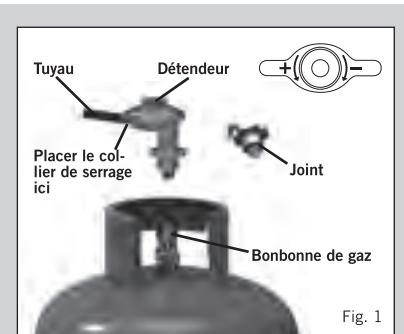

Fig. 1
- L'état d'usure et de détérioration du tuyau et du joint du détendeur doit être vérifié avant chaque utilisation et avant de brancher la bouteille de gaz (voir Fig. 1).
- Effectuer ce contrôle à chaque fois que vous raccordez l'appareil à une bouteille de gaz (voir Fig. 1).